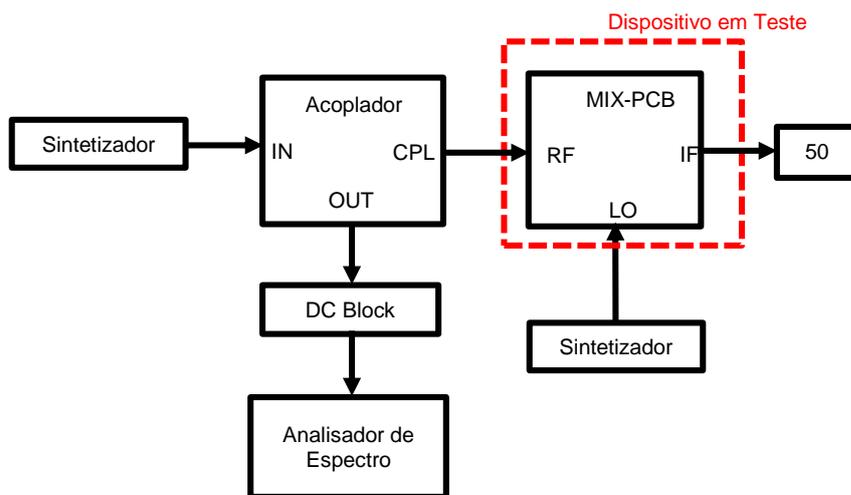

Figura 4.3.2 – conexões para teste de perda de retorno na entrada RF.
- 1) Realizar as conexões descritas na figura 4.3.2;